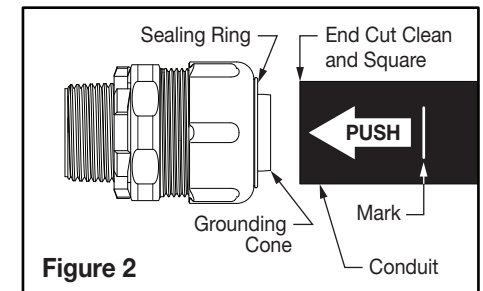

Figure 2
1. Cut the conduit by using a sharp hacksaw or band saw making sure the end cut is clean and square. Remove any burrs or frayed material from the cut edge (Figure 2).
3. Align and carefully push the Conduit onto the exposed end of the Ground Cone. Once the end of the Conduit has started into the throat of the Sealing Ring, firmly push the Conduit completely in until it bottoms out. To ensure conduit bottoms out, mark the conduit from the cut end at the depth specified in the table below. When fully inserted, the mark should be level to the top of the sealing ring (Figures 2 & 3). **DO NOT PULL BACK ON THE CONDUIT ONCE IT IS FULLY INSERTED!**
- Couper le conduit à l'aide d'une scie à métaux aiguisée ou une scie à bande en vaillant à ce que la coupe soit propre et perpendiculaire. Retirer toutes les bavures et la matière effilochée du bord de la coupe (Figure 2).
- Aligner et pousser avec précaution le conduit sur l'extrémité exposée du cône de mise à la terre. Une fois que l'extrémité du conduit est entrée dans la bague d'étanchéité, le pousser fermement jusqu'à ce qu'il soit complètement rentré. Pour vous assurer qu'il touche le fond, marquez le conduit de l'extrémité coupée à la profondeur indiquée dans le tableau ci-dessous. Lorsqu'il est entièrement inséré, la marque doit être en face du sommet de la bague d'étanchéité (Figures 2 et 3). **NE PAS RETIRER LE CONDUIT UNE FOIS QU'IL EST ENTIÈREMENT INSÉRÉ!** **REMARQUE :** Un conduit difficile à insérer pourrait être mal coupé ou ne pas respecter les dimensions exigées par l'UL ou la CSA.